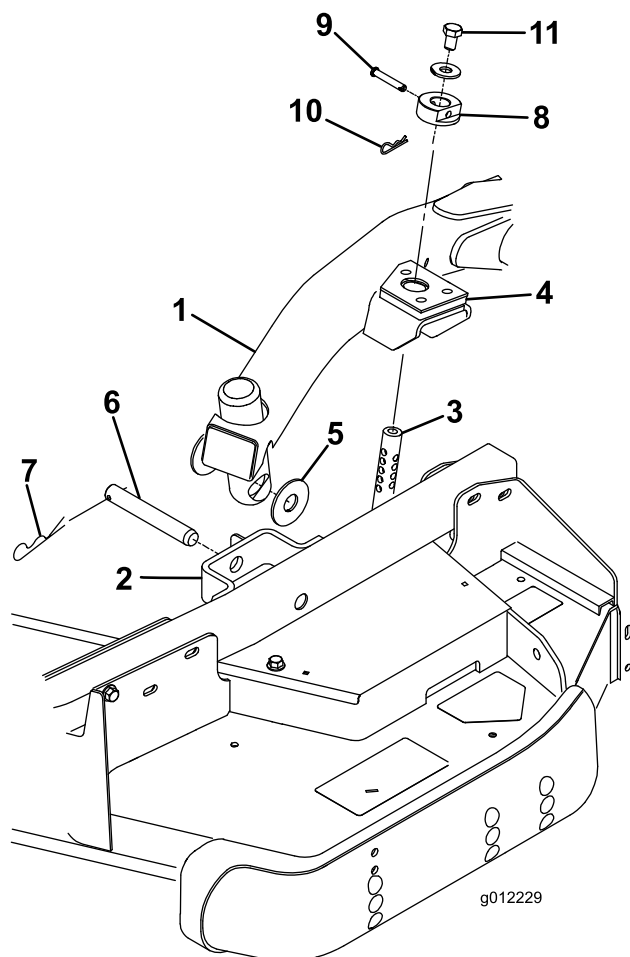

Figura 4
2. Portate la leva di sollevamento in posizione Float. Spingete verso il basso un braccio di sollevamento fino a quando i suoi fori non si trovano allineati ai fori della staffa del braccio della ruota orientabile e l'asta dell'altezza di taglio può essere inserita nei pattini del braccio di sollevamento (Figura 4).
3. Fissate il braccio di sollevamento al braccio della ruota orientabile con (2) rondelle di spinta, un perno con testa e una coppiglia. Posizionate le rondelle di spinta tra il braccio di sollevamento e la staffa del braccio della ruota orientabile (Figura 4). Inserite l'estremità della coppiglia nell'apposito intaglio di ritegno presente sulla linguetta del braccio della ruota orientabile.
7. Montate i collari dell'altezza di taglio sulle aste dell'altezza di taglio e fissateli con dei perni con testa e delle coppiglie (Figura 4). La testa del perno deve essere rivolta verso la parte anteriore del piatto di taglio.
8. Montate un bullone da 1/2 x 3/4 pollici e una rondella sulla sommità di ogni asta dell'altezza di taglio (Figura 4).